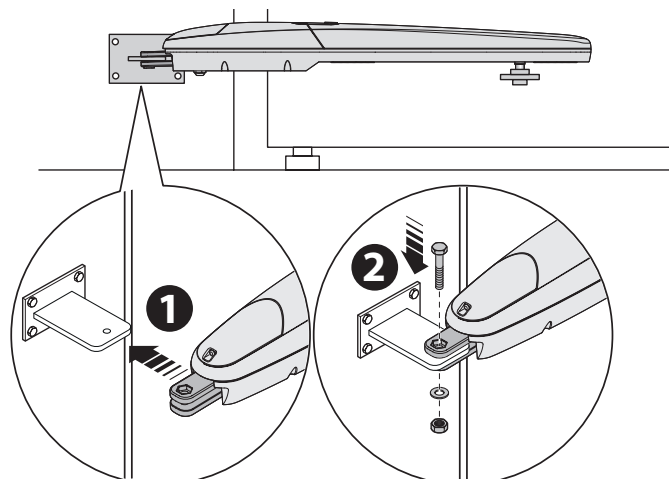

Fig. 6
01. Fissare il motoriduttore alla staffa come mostrato in fig. 6 utilizzando la vite, la rondella e il dado in dotazione;